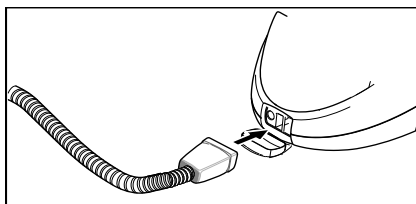

Рисунок 2
- Поставте подовжувальні трубки у великі тримачі для приладдя (див. рис. 2).
- Помістіть ручне сопло (E1) у середній тримач для приладдя (див. рис. 2).